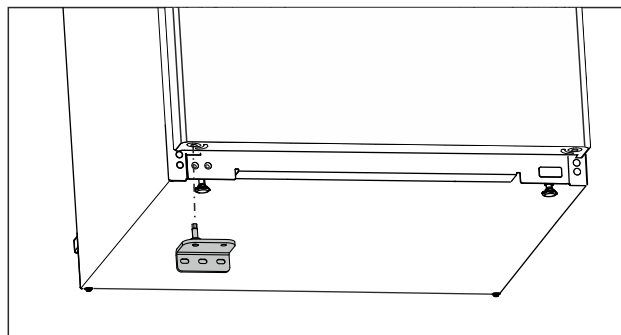

Fig. 22
- ▶ Placer le support de palier inférieur du côté opposé. (voir Fig. 22)